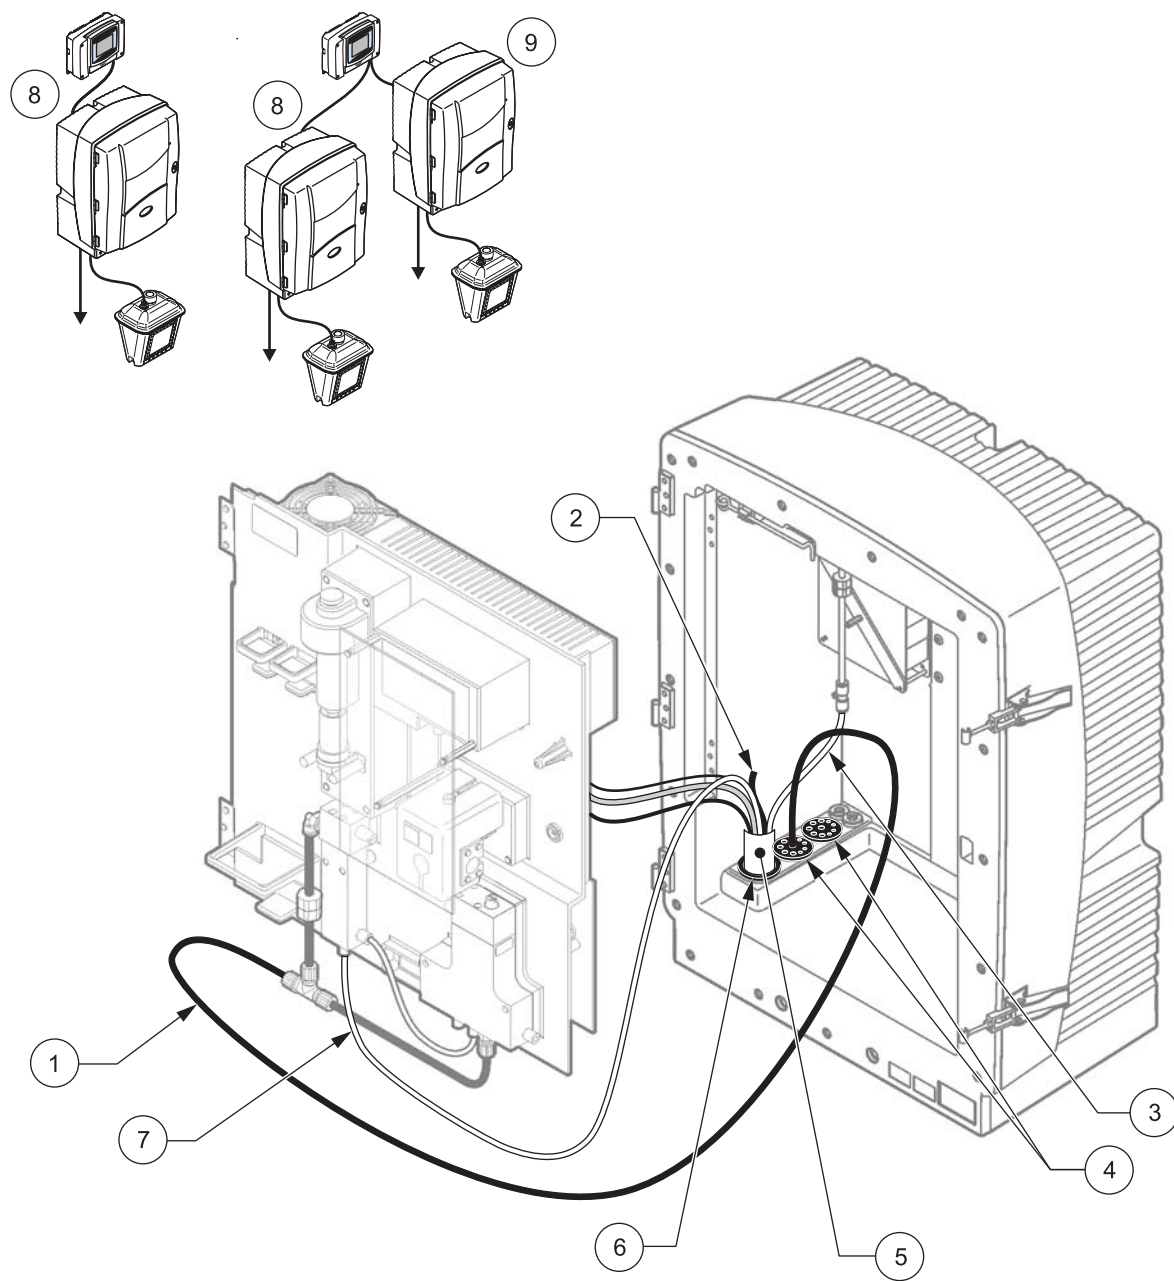

图 28 选项 7 设置
请参考图 28 以及选项 7 的以下说明：
2. 通过分析器开口引出过滤器探头 sc 软管（取样管、电缆和排放管）（图 28，项目 4）。使用 2 号密封塞加固。